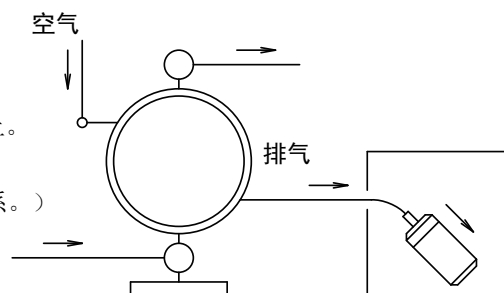

Fig.3.2
- \* 不要将排出气体排放在液剂中，请将其排放到外部。方法请参见后面叙述的〈NOTE〉外部排气方法Fig.3.2。